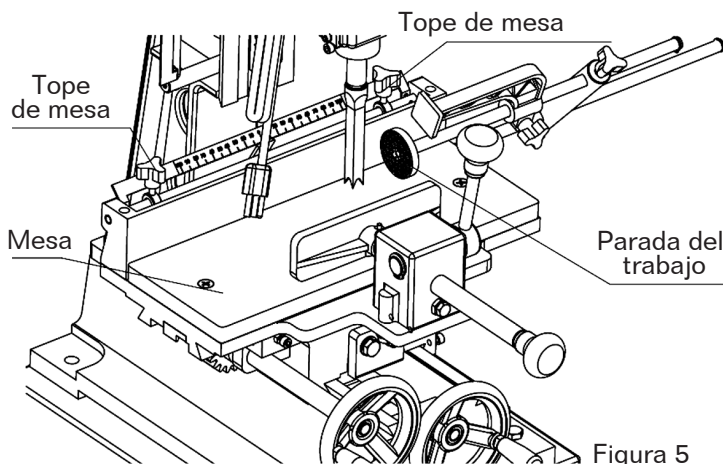

Figura 5
3. Ajuste los topes de la mesa, Figura 5, de acuerdo con la longitud de corte requerida, luego apriete los tornillos de mariposa